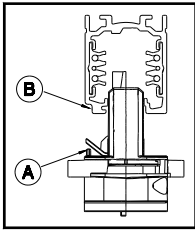

Fig.3 Chiave meccanica - Pic. 3 Mechanical key
Inserire l'adattatore nel binario, in modo tale che la chiave meccanica (A) dell'adattatore si trovi con lo scarico (B) presente sul binario (fig3). Ruotare le leve delle due camme (C e D) di circa 90°, assicurandosi di arrivare nella loro posizione di blocco (fig.4), parallela rispetto al binario.